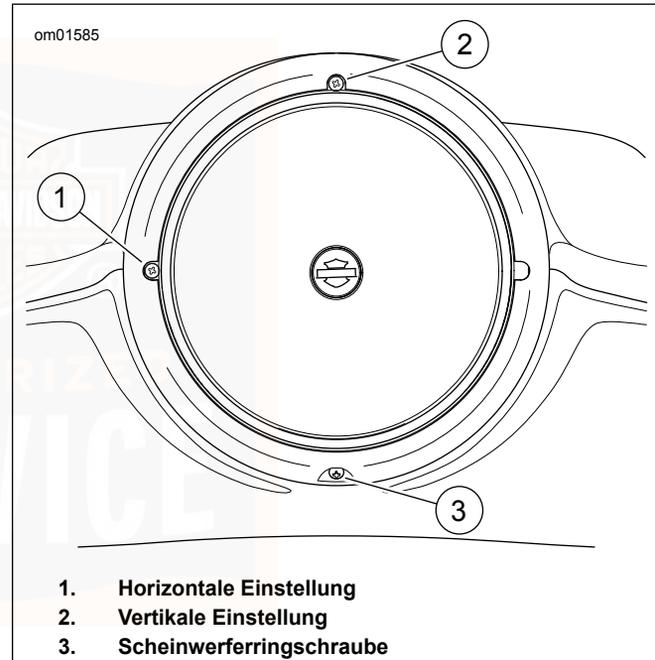

Abbildung 43. Scheinwerfer: FLD-Modell
1. Siehe Abbildung 43 Die Schraube an der Unterseite des Scheinwerferrings (Chromring) lösen. Den Scheinwerferring abnehmen.
1. Siehe Abbildung 43 . Die Einstellschlitzte im Zierring benutzen und einen Kreuzschlitzschraubendreher zwischen dem Scheinwerferzierring und der Gummidichtung einsetzen.